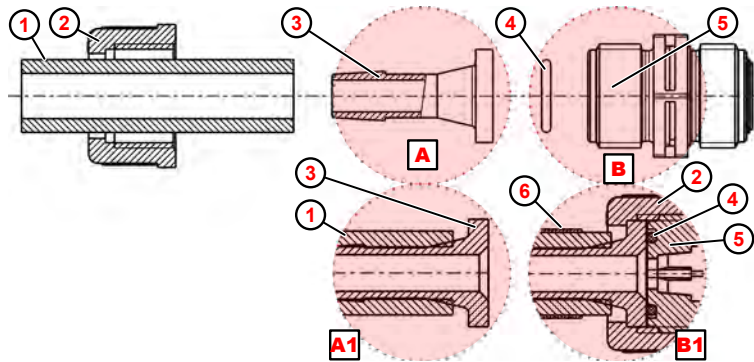

Fig. 9: Conexión para manguera y tubo con racor enchufable y abrazadera de manguera
1. ➤ Realizar un corte recto en la manguera (Fig. 9 , ①).
2. ➤ Empujar la abrazadera de la manguera ⑥ sobre la manguera ①
3. ➤ Empujar la tuerca de unión ② sobre la manguera ① .
4. ➤ Empujar la manguera ① hasta el anillo de tope del racor enchufable ③ (detalle A1).
5. ➤ Colocar la junta tórica ④ en la ranura de la válvula de descarga o aspiración ⑤ .
6. ➤ Apretar la tuerca de unión ② .
7. ➤ Deslizar la abrazadera de manguera ⑥ hacia abajo y apretarla (detalle B1).